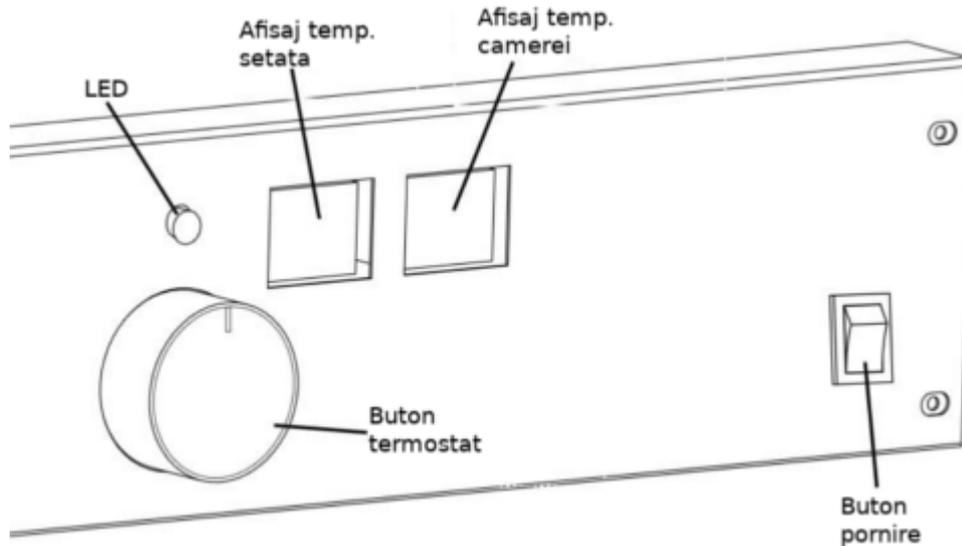

Figura 4. Panoul de control pentru ZB-H170
4. Rotiti butonul termostatului la temperatura dorita. Intervalul de setare este de la 4°C (40°F) la 43°C (110°F). Apasati butonul de pornire in pozitia "ON" (figura 4). Led-ul indicatorului de alimentare si display-ul pentru temperatura camerei se vor aprinde, iar tunul de caldura va porni.